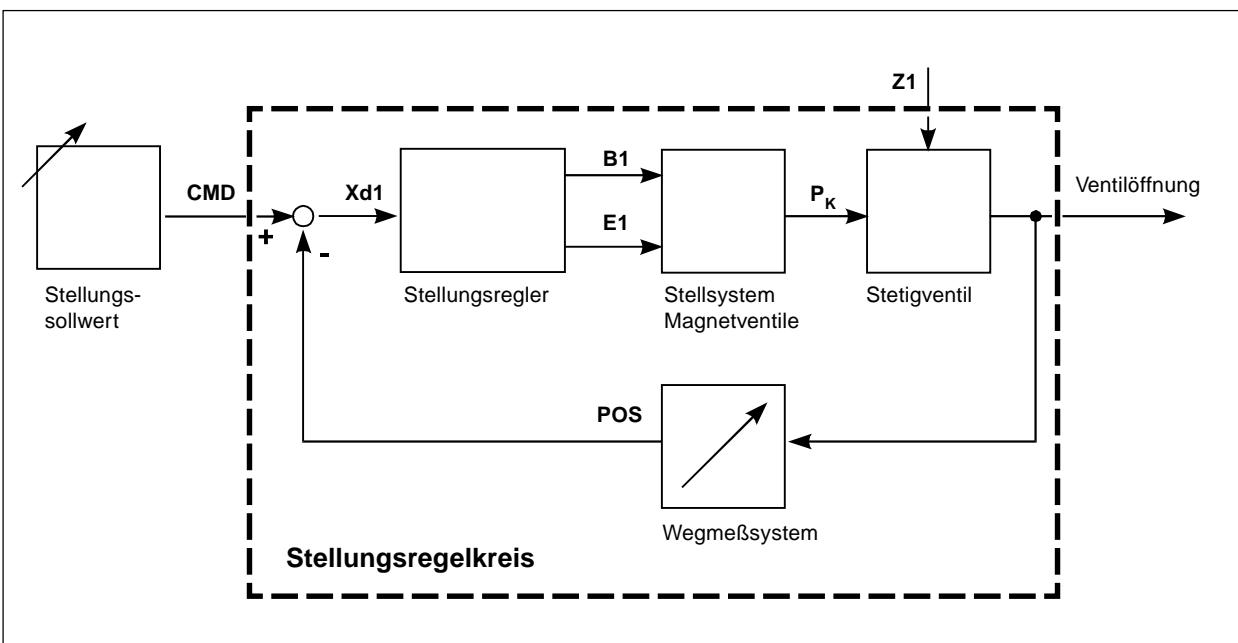

Bild 3.6: Schematische Darstellung der Stellungsregelung
3.2.1 Betrieb als Stellungsregler (Bild 3.6)